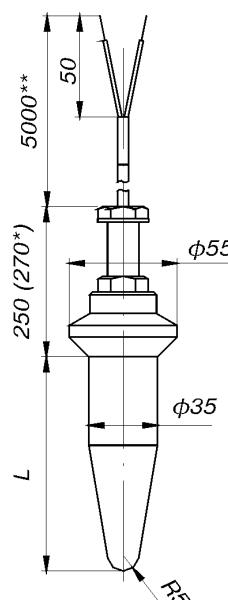

Рис.11.
Степень защиты от воздействия пыли и воды: для рис. 10, 12 - IP65, для рис. 11, 13 - IP5X по ГОСТ 14254.
- 11 по рис.11